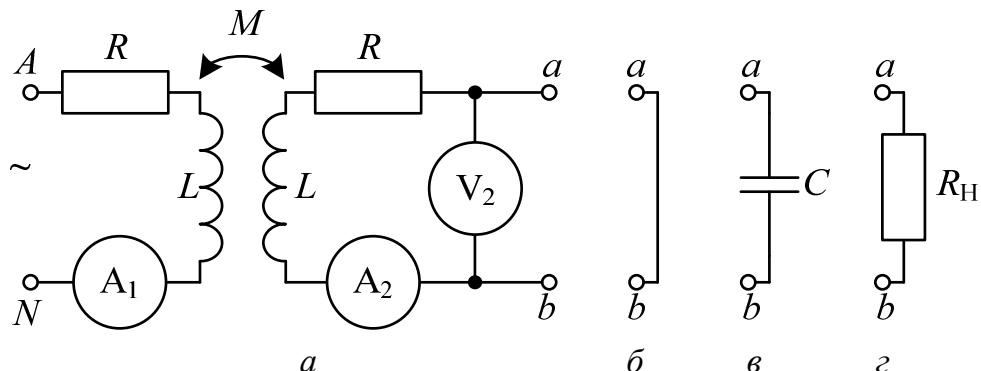

Рис. 5.3.
В работе проводится исследование работы трансформатора с двумя одинаковыми обмотками по 900 витков каждая. Они находятся на двухстержневом магнитопроводе с воздушным зазором такой величины, чтобы обеспечить линейный режим работы трансформатора. На вход цепи, схема которой показана на рис. 5.3, подается фазное синусоидальное напряжение трехфазного генератора с  $f = 50$  Гц (зажимы  $A$  и  $N$  в схеме).
Схема 5.3, *a* соответствует холостому ходу трансформатора. В процессе выполнения работы к выходным зажимам трансформатора *ab* подключаются различные нагрузки. В режиме короткого замыкания эти зажимы соединяются проводником (рис. 5.3, *б*). При емкостной (рис. 5.3, *в*) или активной (рис. 5.3, *г*) нагрузках к зажимам *ab* подключаются соответственно конденсатор или резистор, параметры которых определяются из табл. 5.1. Вариант указывает преподаватель. Эти значения  $C$  и  $R_H$  следует записать в табл. 5.3.
2. Собрать цепь по схеме рис. 5.3, а, подключить к источнику питания и показания приборов внести в табл. 5.3 (холостой ход).
4. Выполнить измерения в режимах короткого замыкания трансформатора, при емкостной и активной нагрузках (схемы рис. 5.3, б, в, г) и показания приборов внести в табл. 5.3.